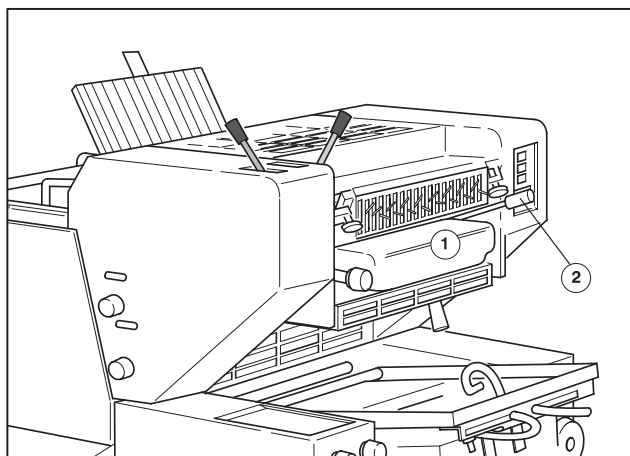

Рис. 54 Демонтаж ванны для увлажняющего средства и устройства для смывки красочных валиков
- 2 Удалите емкость с увлажняющим средством (Рис. 54/①).
- 5 Нажмите рычаг вниз до упора (Рис. 54/②).